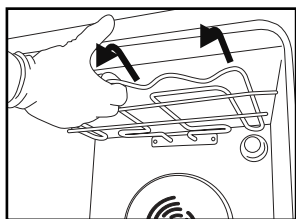
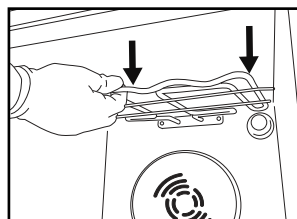

Fig.3
Fig.4
2. Tirez légèrement sur l'élément chauffant (Fig. 3) et abaissez-le (Fig. 4).